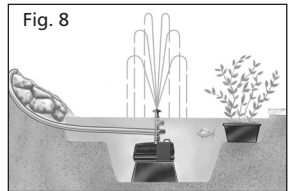

Fig. 8
**Pompa do fontanny i wodospadu** (przykładową instalację pokazano na rys. 8)